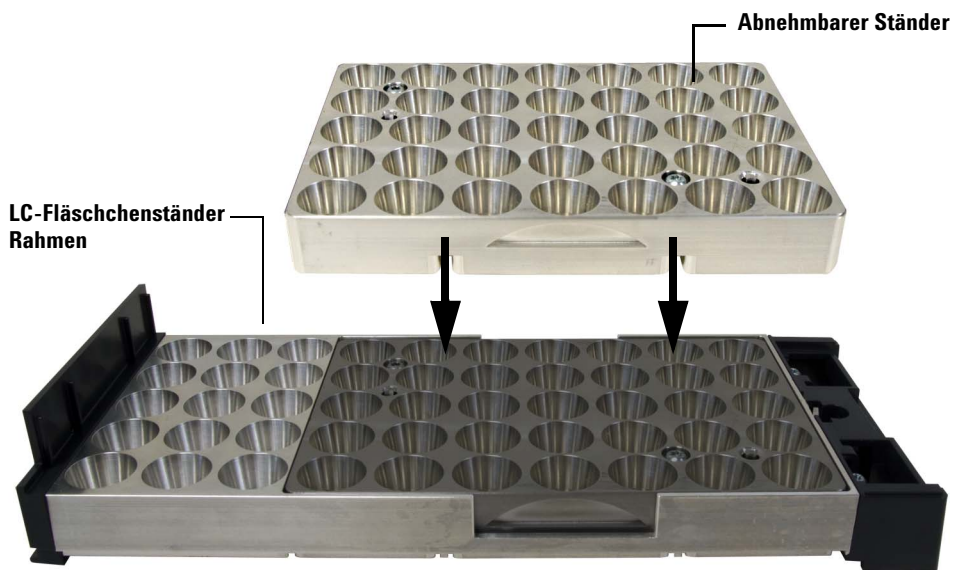

Abb. 65 Im LC-Fläschchenständerrahmen installierter abnehmbarer Halter
- 2 Führen Sie wie in Abb. 65 gezeigt den abnehmbaren Teil des LC-Sonderhalters in den Rahmen des LC-Fläschchenhalters ein. Der abnehmbare Teil des LC-Sonderhalters kann nur in einer Richtung installiert werden.